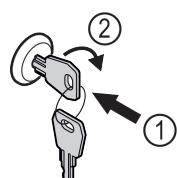

Fig. 132
- Ispauskite raktą Fig. 132 (1).
- Pasukite raktą 90° pagal laikrodžio rodyklę Fig. 132 (2).